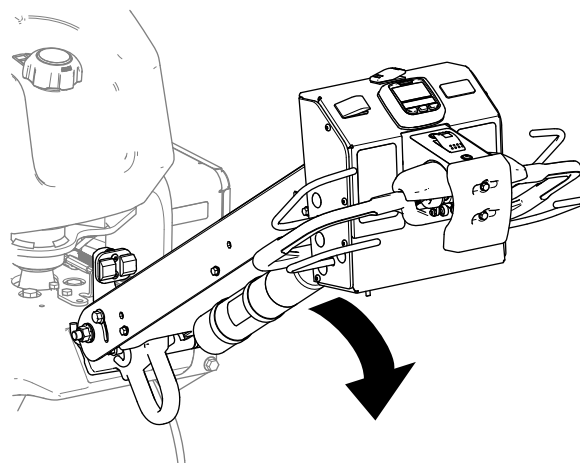

Рисунок 76
2. Опустите рукоятку управления для выключения стояночного тормоза (Рисунок 76).